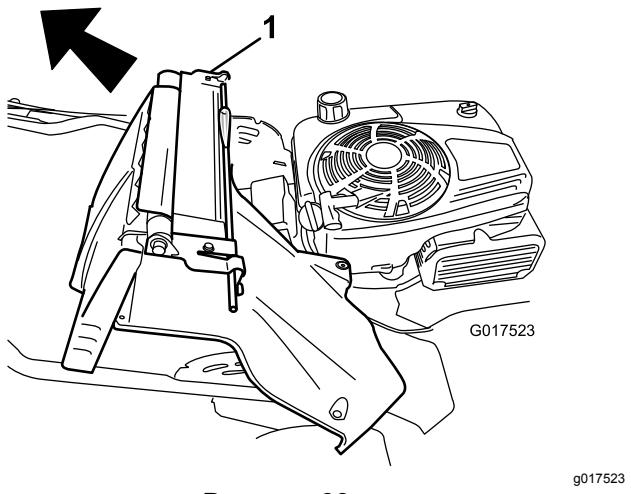

Рисунок 33
- Снимите заднюю дверцу и рычаг фиксации рукоятки в сборе (Рисунок 33).